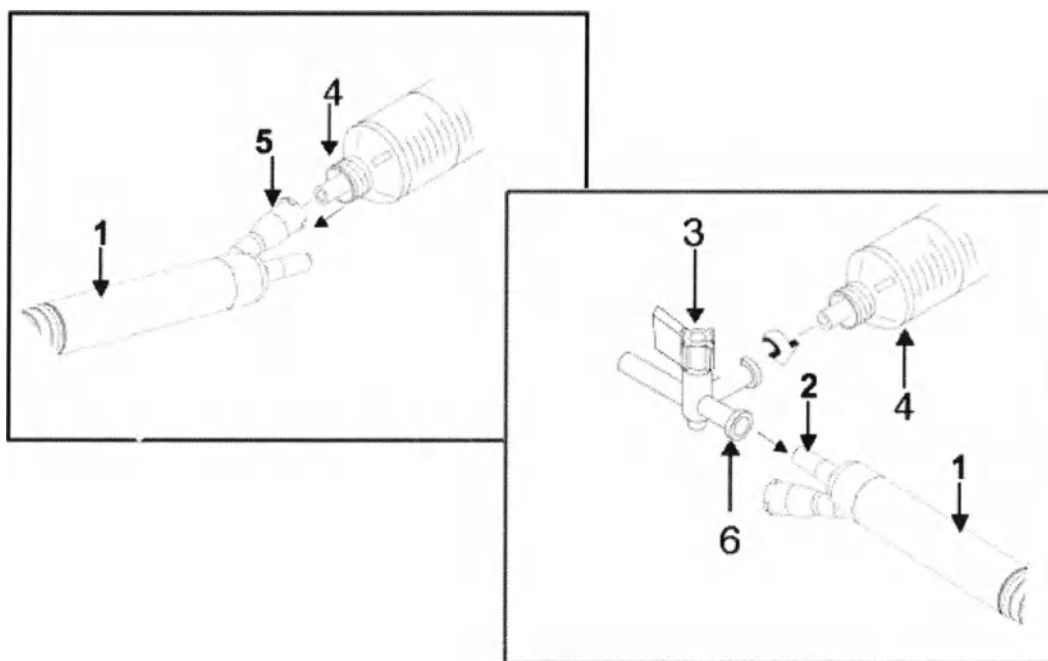

рис. 5.2. Настройка промывки рукоятки для ирригации и аспирации.
- C. Подсоедините конец шприца к ирригационному патрубку рукоятки (см. рис. 5.2).